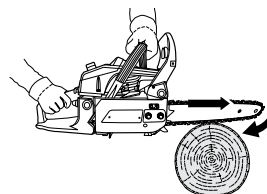

Fig. 52
- > Le pincement de la chaîne le long de la partie inférieure du guide-chaîne peut entraîner la tronçonneuse vers l'avant loin de l'utilisateur (Fig. 52).